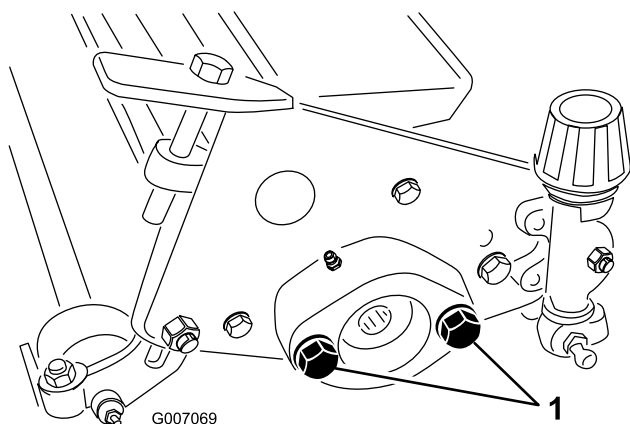

Figura 8
- Ajuste os parafusos de montagem no motor de transmissão de forma que aproximadamente 1/2" das estrias fique exposta em cada parafuso(Figura 8).